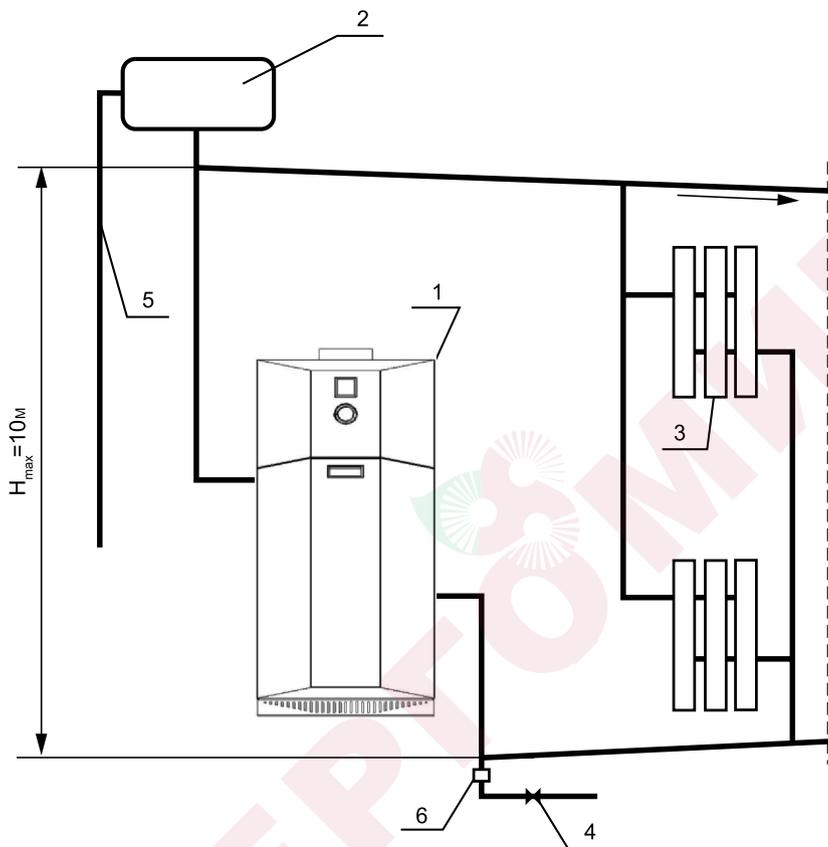

Рис. 2.
- 6.7. Расширительный бачок устанавливается в верхней точке главного стояка, желательна в отапливаемом помещении. Запрещается устанавливать вентиль на сигнальной трубе (см. рис. 2, 3).